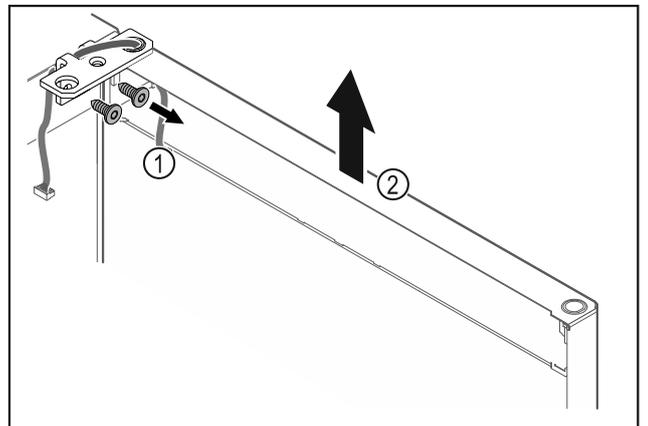

Fig. 19
- Desatornillar la escuadra de bisagra Fig. 19 (1).
- Levantar la puerta junto con la escuadra de bisagra Fig. 19 (2) aproximadamente 200 mm recta hacia arriba y retirar.